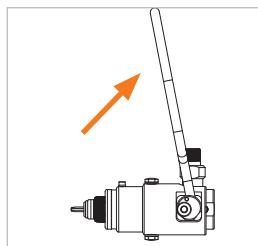

Abbildung 2
► Klappen Sie die Betätigung (Pos. 1) nach oben (*Abbildung 2*). Die Spannzangen fallen zusammen.